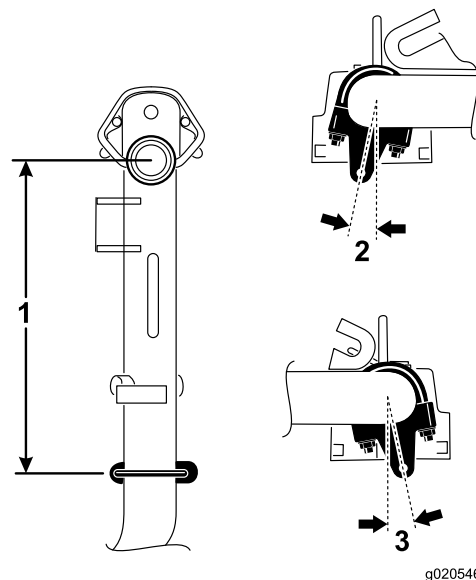

Figura 5
- Sui bracci di sollevamento n° 1 e n° 5 le staffe dovranno essere ruotate verso destra di 10 gradi dalla posizione verticale (Figura 5).
- Sul braccio di sollevamento n° 4 la staffa dovrà essere ruotata verso sinistra di 10 gradi dalla posizione verticale (Figura 5).
- Sui bracci di sollevamento n° 1, 4 e 5, posizionate le staffe della catena e i bulloni a U a una distanza di 38,1 cm dietro la linea centrale dello snodo di articolazione (Figura 5).